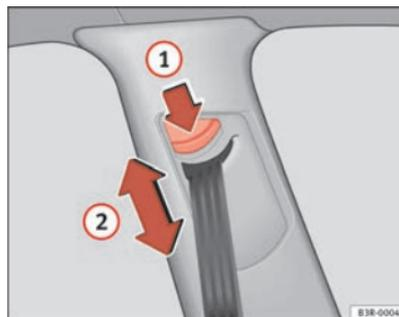

Fig. 16 Regulação da altura do cinto (dispositivo-guia)
- Premir o botão ⇒ fig. 16 ① para ajustar a altura do cinto.
- Deslocar o dispositivo-guia para cima ou para baixo, de modo que a faixa do ombro deslize aproximadamente pelo centro do mesmo, mas **em caso algum por cima do pescoço** ⇒ fig. 16 ②